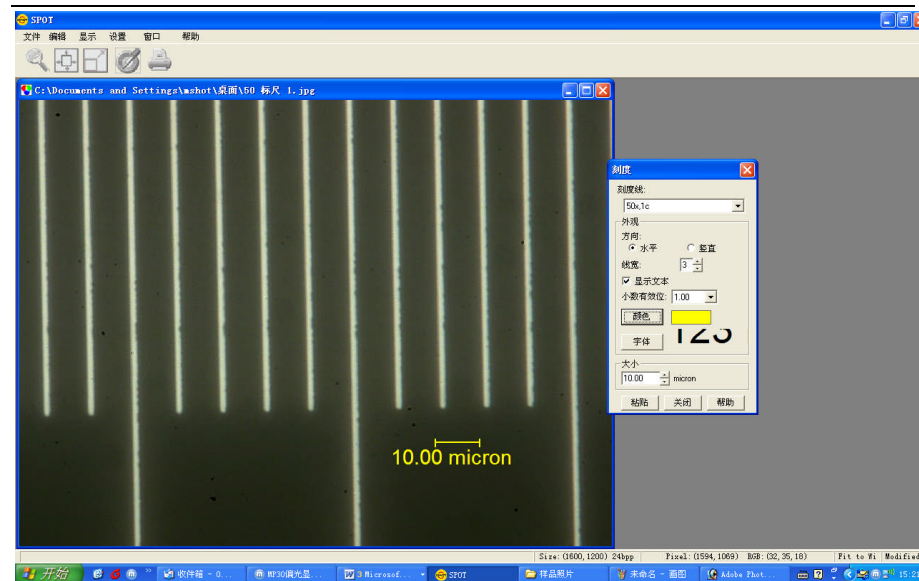

图 6
7. 在对“刻度”对话框中选择所拍摄图像物镜的倍数，如是 50X 物镜，1 倍 c 型口拍摄的，选择 50X，1c，在“大小”栏中录入需要标记的“刻度线”的长度，在图像合适位置点击，出现设定长度的比例尺，用鼠标拖到指定位置，点击对话框中粘贴，标记“刻度线”即完成（图 6）；